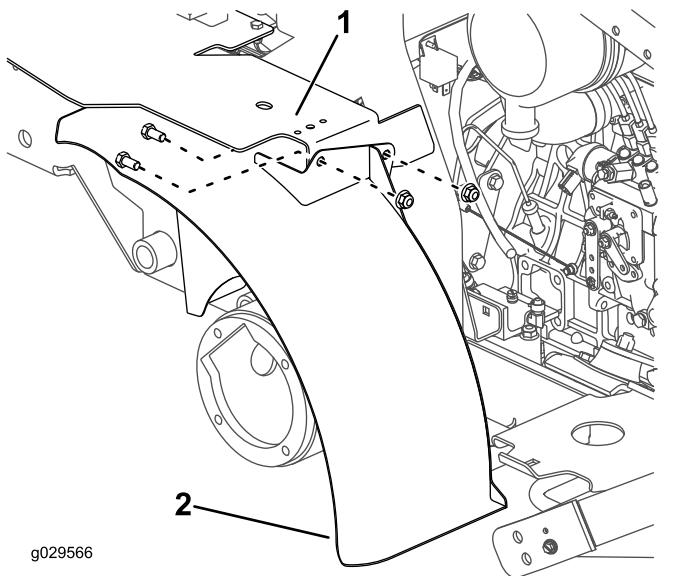

Figura 39
6. Monte, sem apertar, o suporte (na parte de cima do guarda-lamas) ao suporte do depósito de combustível. Utilize dois parafusos (3/8 pol. x 3/4 pol.) e duas porcas (3/8 pol.), tal como se ilustra na Figura 39.